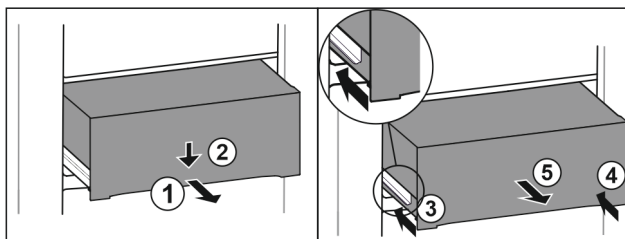

Fig. 103
- Predal izvlecite do polovice. Fig. 103 (1)
- Predal na sprednji strani potisnite navzdol. Fig. 103 (2)
- Levo vodilo potisnite približno 2 cm noter. Fig. 103 (3)
- Desno vodilo potisnite približno 2 cm noter. Fig. 103 (4)
- Predal vzemite ven v smeri naprej. Fig. 103 (5)